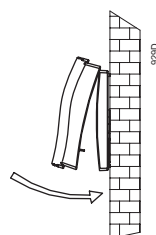

fig. 4
- Riporre la morsetteria nella sua sede e richiudere il controllo remoto (fig. 4);